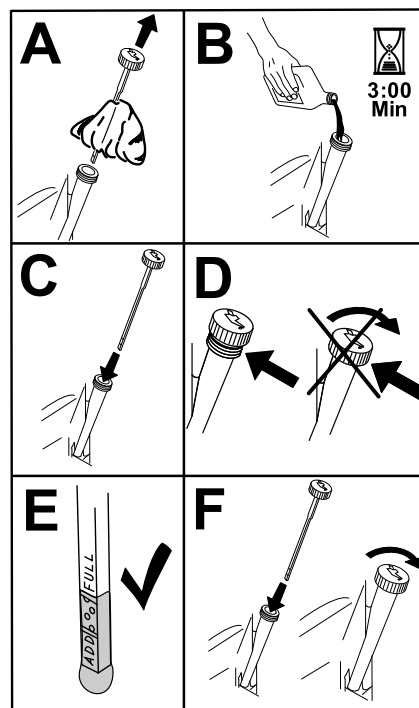

Figura 33
8. Versate lentamente circa l'80% dell'olio indicato nel tubo di rifornimento e sempre con cautela rabboccate l'olio necessario per portarlo alla tacca Full (Pieno) (Figura 33).